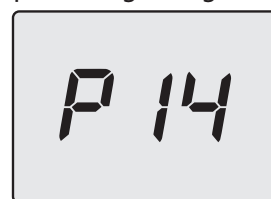

Figura 5.37
- Premere per 1 sec. il tasto 14 (Figura 5.33) per entrare nel parametro selezionato. Il display visualizzerà quanto segue (Figura 5.37).